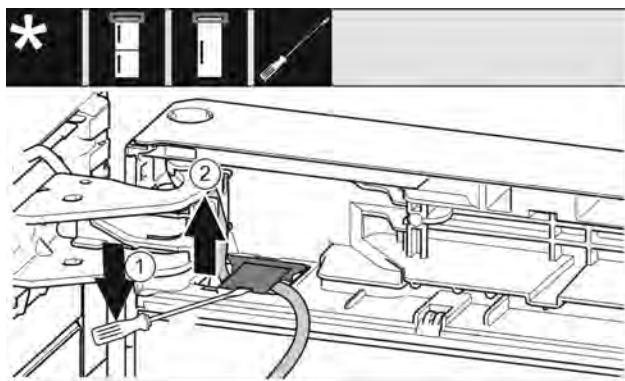

Fig. 8
- Используя шлицевую отвертку, поднимите и вытяните крышку. Fig. 8 (1)
- Извлеките кабель. Fig. 8 (2)